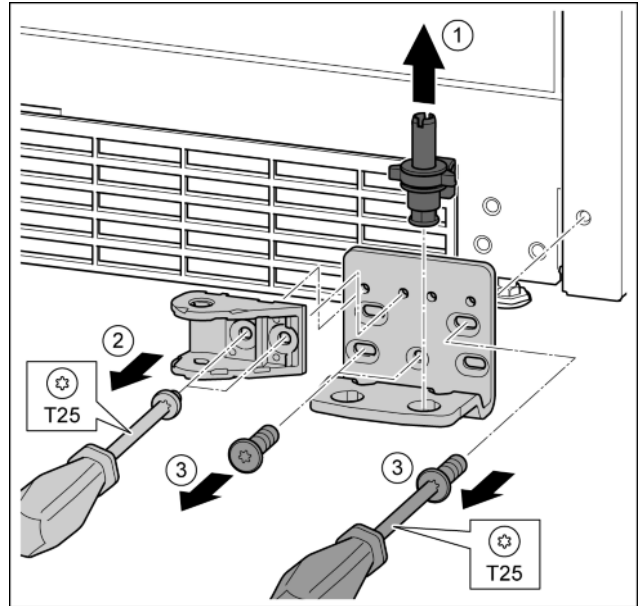

Fig. 35
- ▶ A teljes csapszeget felfelé húzza ki. Fig. 35 (1)
- ▶ A T25 csavarhúzóval tekerje ki a csavarokat, és vegye le a zárócsillapítót. Fig. 35 (2)
- ▶ A T25 csavarhúzóval tekerje ki a csavarokat, és vegye le a csapágybakot. Fig. 35 (3)